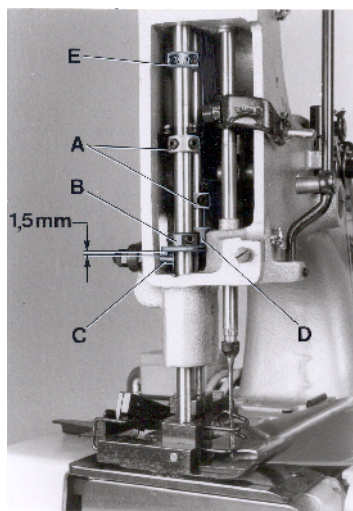
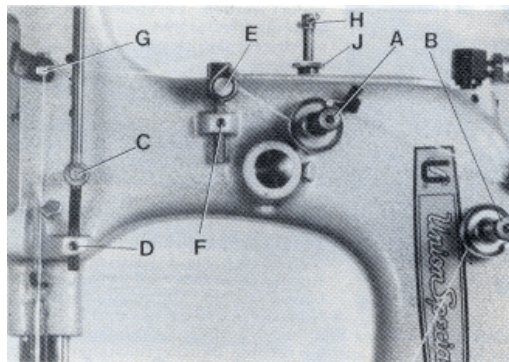

Fig. 11
Fig.12
Rotate the pulley until the feed dog is below the throat plate. Remove the face cover left on machine arm and turn out the T-screw (H, Fig. 12) on the top of the machine arm, until it does not exert any pressure on the leaf springs. In this position, the pressure exerted on the presser foot, should be just strong enough to keep it flat on the throat plate. By relocating the collars (A, Fig. 11), which serve as a leaf spring rest, on the left and right presser bar, the pressure can be changed. Raising the collars increases the pressure, lowering the collars decreases the pressure.
Set the presser bar lifter collar (B, Fig. 11) on the left presser bar so, that there is a distance of approx. 1.5 mm (1/16") between lifter lever stud (C) and lower surface of the lifter collar (B), when the presser foot rests on the throat plate (see Fig. 11). Set the collar (D) on the right presser bar close to the fork of the presser bar lifter collar (C) on the left presser bar.
Drehen Sie an der Riemenscheibe bis der Transporteur unter der Stichplatte steht. Entfernen Sie den Stirndeckel links am Maschinenarm und drehen Sie die Knebelschraube (H, Fig. 12) oben auf dem Maschinenarm soweit heraus, daß sie nicht mehr auf die Blattfedern drückt. In dieser Stellung soll der Druck auf den Drückfuß gerade noch so stark sein, daß er auf der Stichplatte aufliegt. Durch Verstellen der als Blattfederauflage dienenden Stellringe (A, Fig. 11) auf der linken und rechten Drückfußstange kann der Druck verändert werden. Verstellen der Stellringe nach oben verstärkt, verstellen nach unten verringert den Druck.
Stellen Sie den Drückfußstangen-Lifterstellring (B, Fig. 11) auf der linken Drückfußstange so ein, daß zwischen Lifterhebelbolzen (C) und Unterseite Stellring (B) ein Abstand von etwa 1,5 mm ist, wenn der Drückfuß auf der Stichplatte aufliegt (siehe Fig. 11). Stellen Sie den Stellring (D) auf der rechten Drückfußstange so, daß er an der Gabel des Drückfußstangen-Lifterstellrings (B) auf der linken Drückfußstange anliegt.
On styles 80800TL and TAL set the collar (D, Fig. 11) on the right presser bar approx. 2.5 mm (7/64") above the fork of the presser bar lifter collar (B). This effects, when lifting the presser foot, that the left presser foot part is lifted first by approx. 2.5 mm (7/64"), before the right presser foot part will lift too.
The presser foot lift is limited with the upper stop collar (E, Fig. 11) on the left presser bar. When the needle is in its lowest position and the presser foot is lifted with presser foot bottom tilted up, the needle bar respectively needle clamp nut should not contact the presser foot bottom. Set collar (E) accordingly.
Now turn in T-screw (H, Fig. 12) until the necessary presser foot pressure for proper feeding is exerted (determine by sewing tests). Secure this setting with the knurled nut (J), which simultaneously fastens the upper arm cover. Remount the face cover.
The tension (A, Fig. 12) on the needle thread should be fairly strong to produce uniform stitches. On the two thread double locked stitch styles the tension (B) on the looper thread should be barely sufficient to steady it.
On the two thread double locked stitch styles 80800R, RL, TL, TAL, U, UA, UL and UAL, the height of the needle thread take-up roller (C, Fig. 12) is set so, that the needle thread on the downstroke of the needle just contacts the roll at the time the needle thread loop is released from the looper. Loosen screw (D) and set the needle thread take-up roller accordingly. Retighten screw (D).
Bei den Maschinen 80800TL und TAL stellen Sie den Stelling (D, Fig. 11) auf der rechten Drückerfußstange etwa 2.5 mm über die Gabel des Drückerfußstangenlifter-Stellings (B). Dadurch wird beim Liften des Drückerfußes zuerst das linke Drückerfußteil etwa 2.5 mm angehoben bevor das rechte Drückerfußteil mit anhebt.
Der Hub des Drückerfußes wird mit dem Anschlag-Stelling (E, Fig. 11) oben auf der linken Drückerfußstange begrenzt. Wenn die Nadel in der untersten Stellung ist und der Drückerfuß mit dem Drückerfuß-Lifterhebel angehoben und die Drückerfußsole nach oben gekippt wird, darf die Nadelstange bzw. Nadelstangenmutter die Drückerfußsole nicht berühren. Stellen Sie den Stelling (E) entsprechend ein.
Nun drehen Sie die Knebelschraube (H, Fig. 12) so weit ein, daß der zum einwandfreien Transport notwendige Drückerfußdruck erzeugt wird (durch Nähversuche ermitteln). Sichern Sie diese Einstellung mit der Rändel-Kontermutter (J), mit der gleichzeitig der obere Armdeckel befestigt wird. Montieren Sie den Stirndeckel wieder.
Die Spannung (A, Fig. 12) auf den Nadelfaden soll so stark sein, daß eine gleichmäßige Stichbildung erreicht wird. Bei den Zweifaden-Doppelkettenstichmaschinen soll die Spannung (B) auf den Greiferfaden ganz gering sein, so daß der Faden gleichmäßig gleitet.
Bei den Zweifaden-Doppelkettenstichmaschinen 80800R, RL, TL, TAL, U, UA, UL und UAL wird die Höhe der Nadelfadenabzugsrolle (C, Fig. 12) so eingestellt, daß der Nadelfaden beim Niedergehen der Nadel, die Rolle zu dem Zeitpunkt gerade berührt, wenn die Nadelfadenschlinge vom Greifer freigegeben wird. Lösen Sie die Schraube (D) und stellen Sie die Nadelfadenabzugsrolle (C) entsprechend ein. Ziehen Sie die Schraube (D) wieder an.
On all styles the eyelet (E, Fig. 12) should be positioned so, that the needle thread runs nearly horizontal, parallel to cloth plate, between eyelet (G) on needle bar connection and eyelet (E) on machine arm, when the needle is in its upmost position. Eyelet (E) is secured by screw (F).
Bei allen Maschinen wird die Fadenführung (E, Fig. 12) so eingestellt, daß der Nadelfaden zwischen der Fadenführung (G) am Nadelstangenmitnehmer und der Fadenführung (E) am Maschinenarm etwa waagrecht, parallel zur Stoffplatte verläuft, wenn die Nadel in der obersten Stellung ist. Die Fadenführung (E) wird mit der Schraube (F) befestigt.